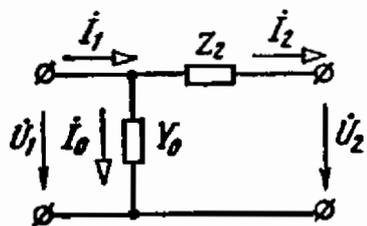

Рис. 5.15
5.15. Определить постоянные A , B , C и D Г-образного четырехполюсника (рис. 5.15), если $Z_2 = 1 + j1$ Ом и $Y_0 = 0,002 + j0,002$ См.
5.16. Ко вторичным зажимам Г-образного четырехполюсника (рис. 5.15) подключен приемник, активная мощность которого $P_2 = 5$ кВт, напряжение $U_2 = 220$ В и $\cos \varphi_2 = 0,8$ ($\varphi_2 > 0$).